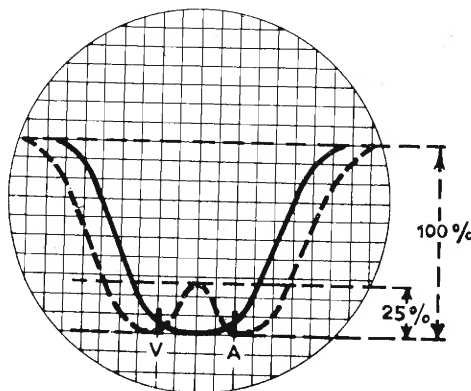

Fig. 10.30. - Curva di allineamento RF.
- 6) Regolare il compensatore di placca C 10 (v. fig. 10.27), il compensatore di griglia C5 e il compensatore di antenna C20, fino ad ottenere sull'oscillografo la curva prescritta (fig. 10.30).
Le misure devono essere eseguite con l'oscillografo a massima amplificazione e quindi con segnali del generatore sweep molto deboli, in modo da evitare che la taratura risulti falsata da circuiti in sovraccarico. La fig. 10.30 rappresenta, a tratto